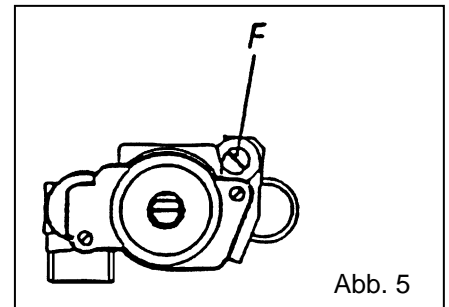

Abb. 5
5.3 Einstellung der reduzierten Nennwärmebelastung (Abb. 5)